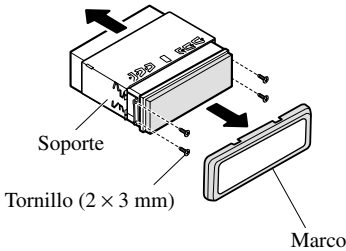

Fig. 14
- Quite el marco y el soporte. (Fig. 14)